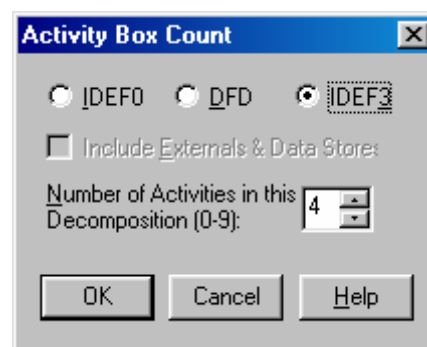

Рисунок 8.2 – Выбор нотации *IDEF3* в диалоге *Activity Box Count*
2. В диалоге *Activity Box Count* (рисунок 8.2) установите число работ 4 и нотацию *IDEF3*.